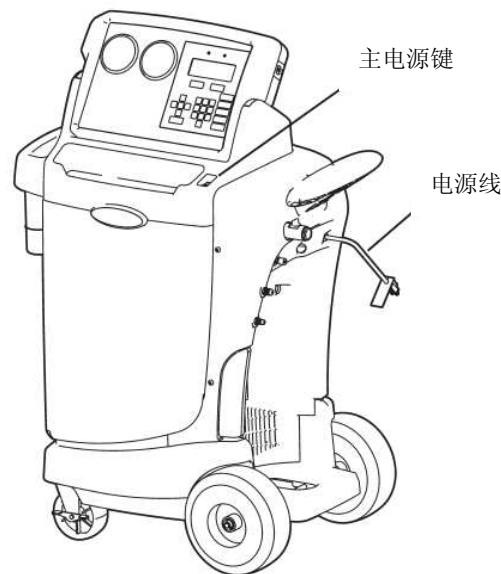

图 1
1. 松开机器把手上的电源线，将其连接到正确的电源上。见图 1